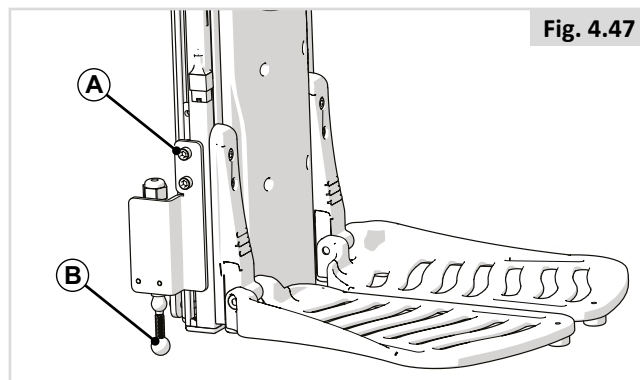

Fig. 4.47
För tillvalsfunktionen "Fotstöd till golvet" (Fig. 4.47) monteras en omkopplare. Omkopplaren (A) behöver justeras höjddes efter justering av nedre benlängd. Se till att omkopplarens kula är helt under fotstöds nedre kant (B).